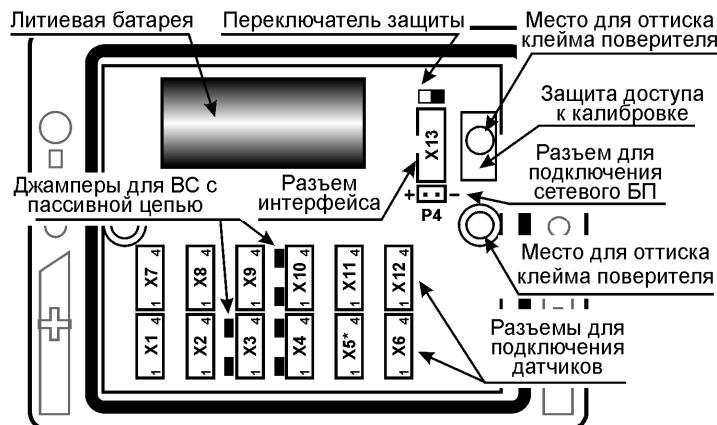
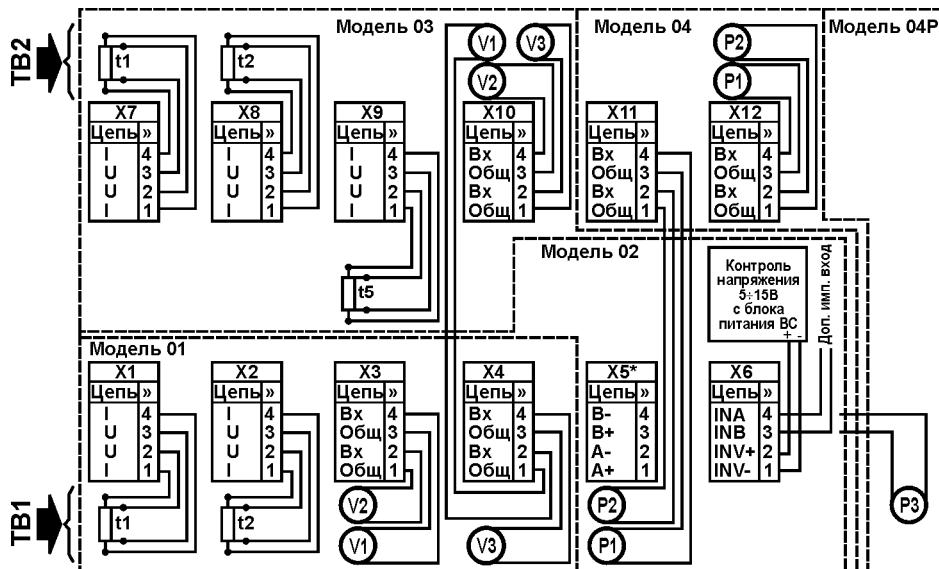

Рис. 5.3 – Вид снизу на снятую крышку ВКТ-7
Рис. 5.4 – Схема подключения датчиков к разъемам ВКТ-7
Контроль наличия сетевого питания в вычислителях организован путем подачи напряжения 5...15 В на контакты 1 и 2 разъема X6 (рис. 5.4). Вход контроля имеет гальваническую развязку. Максимальное значение тока потребления не превышает 15 мА.
- от блока питания одного из расходомеров (см. схему подключения рис. 5.4);
При установке сетевого блока питания исполнения 02 в качестве сигнала контроля сетевого питания используется непосредственно напряжение питания 3,6В, подаваемое на разъем P4 (см. рис. 5.3). Напряжение на разъеме X6 в данном случае игнорируется.
В случае пассивного типа выхода следует установить перемычку (джампер), показанную на рис. 5.3 слева от соответствующего разъема X3, X4 и X10, а при активном – снять ее.
Разъемы для подключения внешних цепей находятся на модуле в верхней части ВКТ-7. Размещение разъемов приведено на рис. 5.3, а схема подключения датчиков – на рис. 5.4. При поставке ВКТ-7 ответные части разъемов и джамперы установлены.
- убедиться, что левее каждого из имеющихся на модуле (установлен на крышке корпуса) разъемов X3, X4 и X10 установлены джамперы (рисунок 5.3). В противном случае джамперы следует установить, взяв их из состава поставки комплекта соединителей;
- при автоматизированной поверке убедиться, что в вычислителе установлен адаптер RS232 или универсальный адаптер RS485/RS232. В противном случае (установлен адаптер RS485 или адаптер отсутствует) следует подключить к разъему X13 (рисунок 5.3) адаптер RS232, взяв его состава поставки комплекта соединителей.